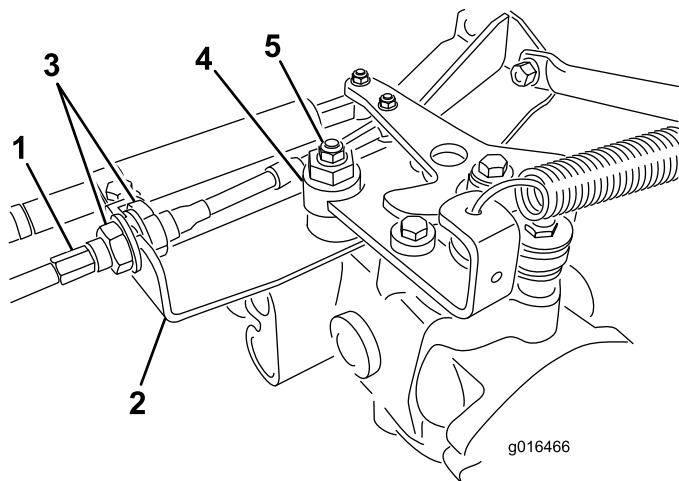

Figura 39
- A. Allentate entrambi i controdadi che fissano il cavo di comando della trazione alla paratia dell'igrostatato (Figura 39). Verificate che i controdadi siano ugualmente allentati, in modo sufficiente da consentire la messa a punto.
Nota: Allentate il dado che fissa l'eccentrico alla parte superiore dell'igrostatato (Figura 39).
- E. Quando la ruota cessa di girare, serrate il dado di bloccaggio dell'eccentrico per mantenere la messa a punto (Figura 39).
- G. Da ambo i lati della piastra serrate in modo uniforme i dadi che fissano il cavo di trazione alla piastra (Figura 39). Non torcete il cavo.